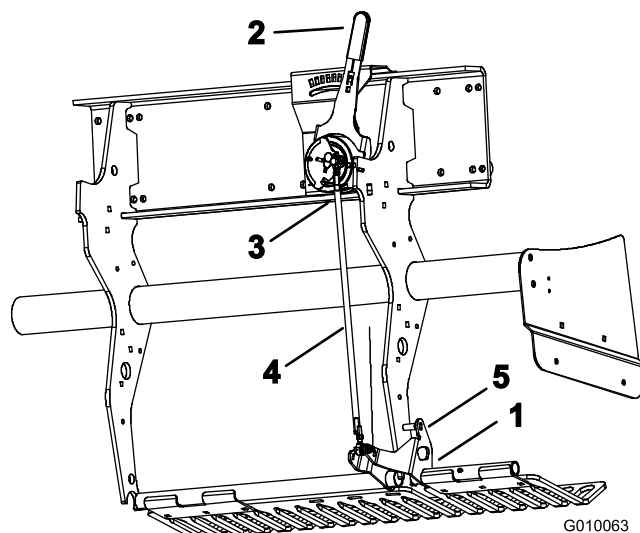

図 59
1. 左ターフ・ガード取り付けブラケット（図 59）を上回転させて、固定ピン（5/16" のドリルビットかボルトを使う）を、ブラケットと深さ設定チューブの間に挿入する。
2. タイン深さレバー（図 59）を H に設定（一番深い設定に）する。
3. アウトボード・ボール・スイッチ（図 59）をワイヤ・ハーネス（ヘッド降下スイッチ）から外す。
4. 深さ調整タイロッドのジャムナット（左右）をゆるめる（図 59）。